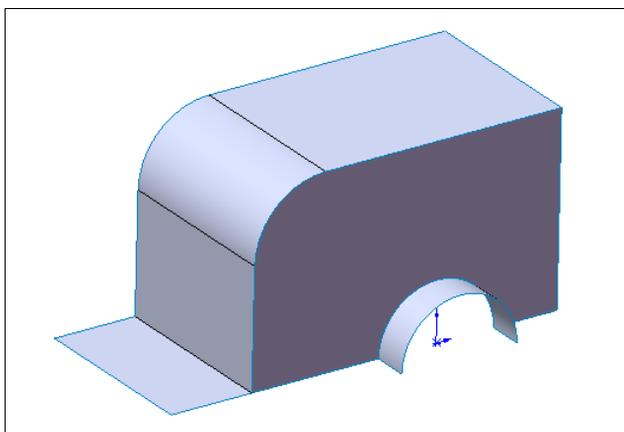

Рис. 2.103
12. Закончим изменения плоской поверхности нажатием кнопки **ОК** . В результате получился набор из трех сопряженных поверхностей (рис. 2.103).